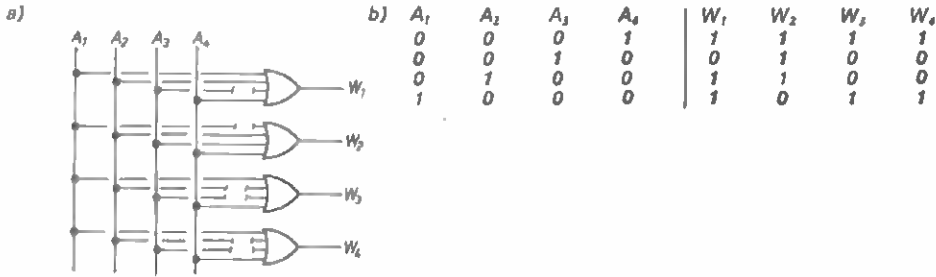

figura 1
*L'encoder (figura 1-a) è un dispositivo logico a (n) ingressi  $A_i$  e quante si vogliono uscite  $W$  (in genere 4 o 8) nel quale gli ingressi possono assumere il valore logico « alto » (High, alto, H) uno solo per volta e le*